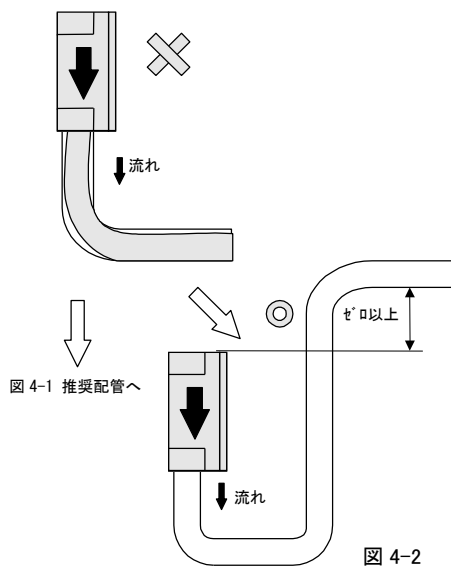
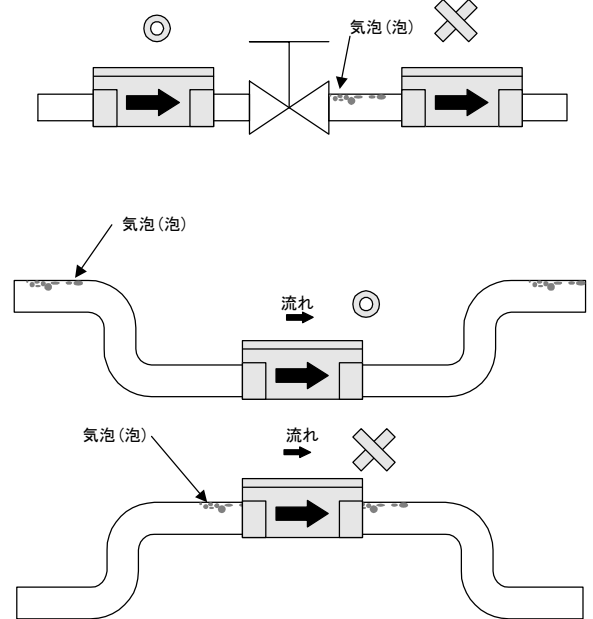
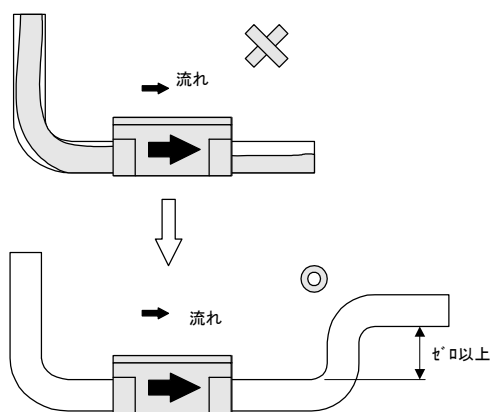

図 4-2
図 4-4
図 4-3
- ・配管条件により気泡(気体と液体の混合流)が発生する場合は、図 4-2、図 4-3、図 4-4 を参考にしてください。